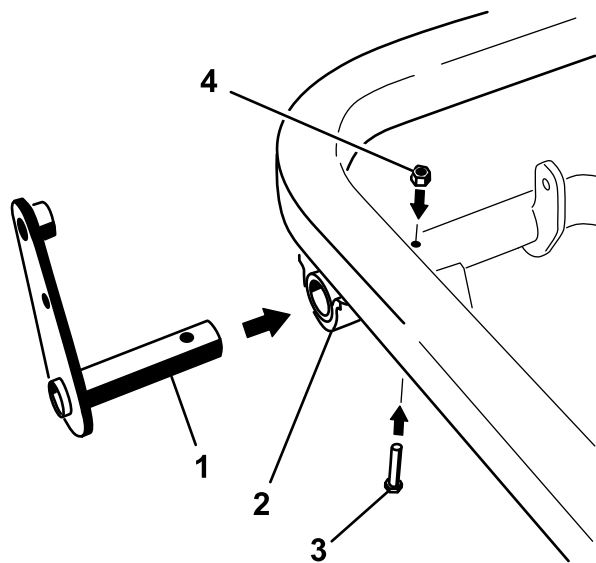

图 13
- 将控制杆总成上的立柱滑入枢轴管的左端并使用螺栓5/16 x 2 英寸和锁紧螺母5/16 英寸穿过枢轴管将其固定图 13。
3. 上紧中间枢轴螺栓图 13 中的 4 号物品的扭矩至 20 25Nm。